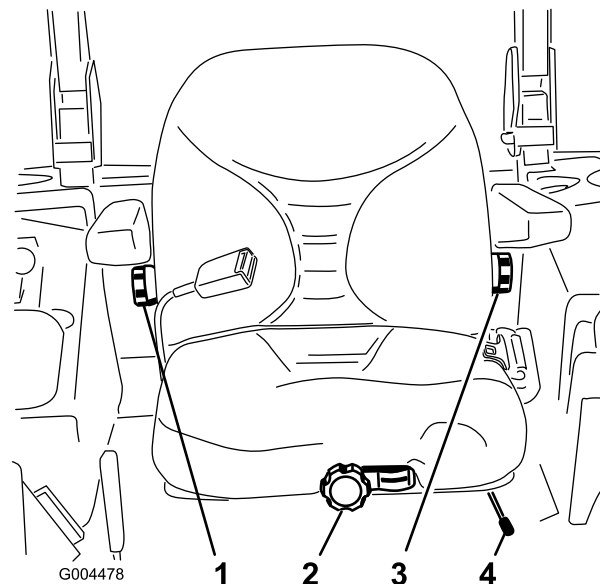

図 23
- 調整は、レバーを横に動かしてシートロックを解除して行う(図 23)。
調整は、右側アームレストの下にあるノブを回して行います(図 23)。
調整は、左側アームレストの下にあるノブを回して行います(図 23)。